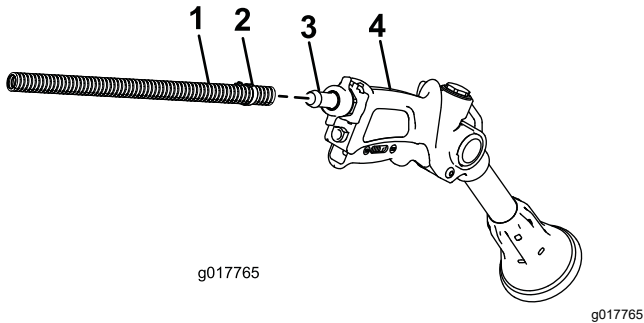

Bild 41
2. Schließen Sie das freie Ende des langen Schlauches am Anschlussstück an der Spritzpistole an (Bild 41).